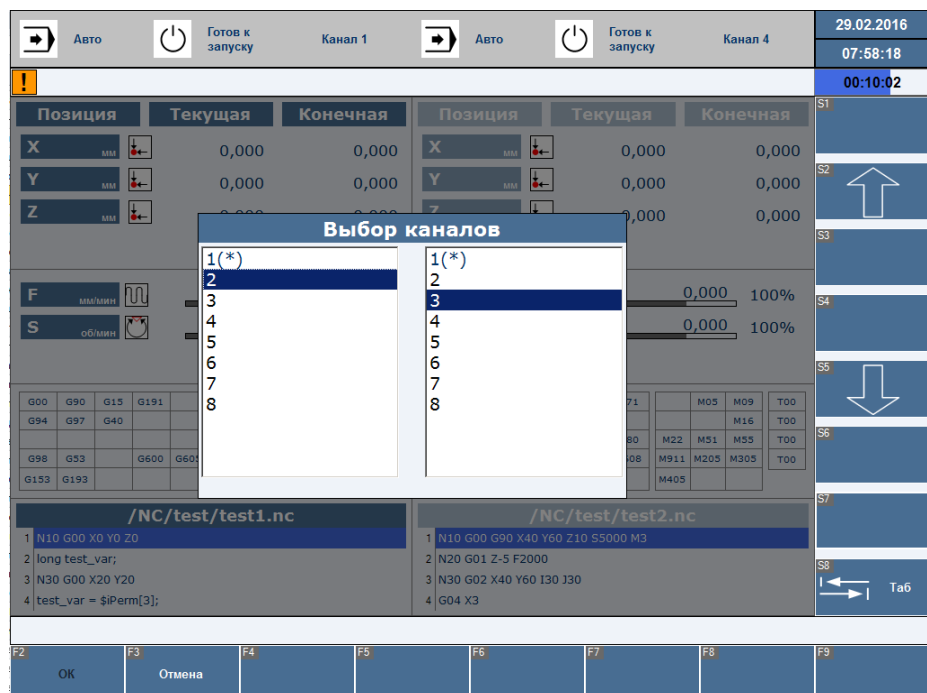

Рисунок 36 – Выбор каналов для отображения
- S7 – выбор каналов для отображения. Вызывает диалог выбора каналов для отображения в левой и правой части экрана соответственно (Рисунок 36). Активный канал обозначается в диалоге символом (*).
Для навигации в диалоге (Рисунок 36) используются клавиши промышленной клавиатуры либо S-клавиши: